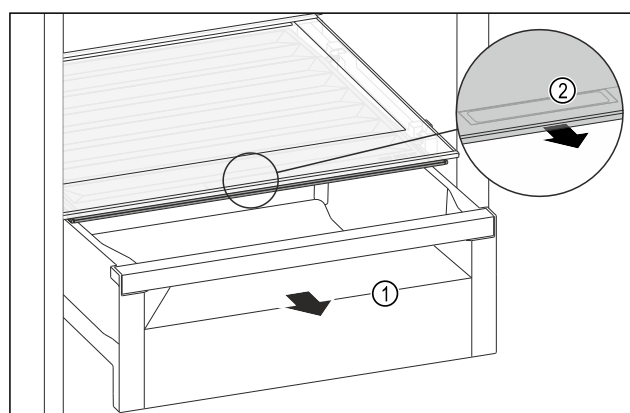

Fig. 137
- Schubfach Fig. 137 (1) herausziehen.
- Griffmulde Fig. 137 (2) am Fachdeckel anfassen und Fachdeckel gleichzeitig nach vorne ziehen.